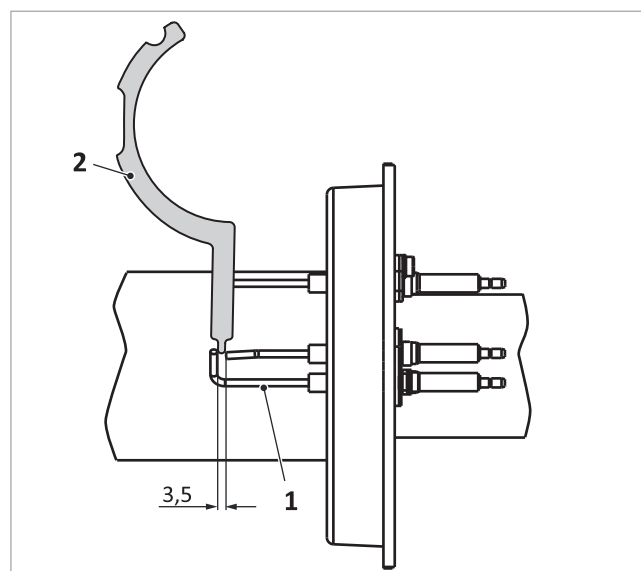

Fig. 136: Distancia entre electrodo a tierra y el electrodo de encendido
1. Compruebe la distancia entre los electrodos de ionización con un calibre de electrodos → fig. 136 (2) y si es necesario dóblelos cuidadosamente para corregirla.
- Electrodos entre sí → fig. 136 (1): 3,5 mm